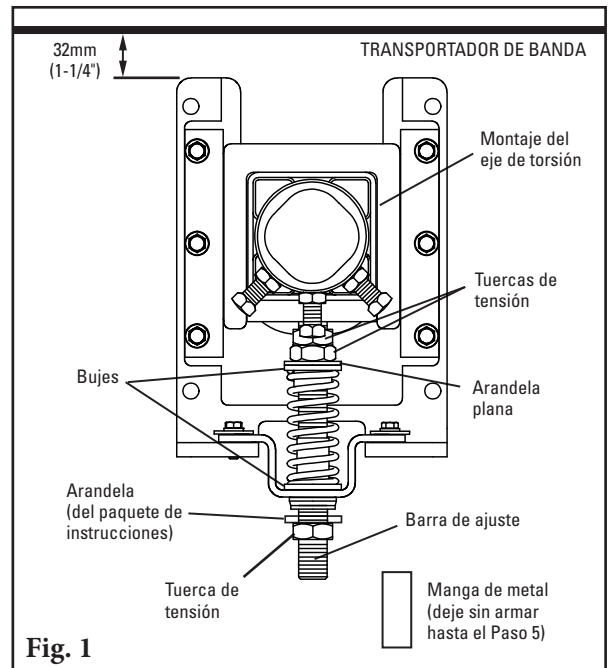

Fig. 1
1. **Instale las bases de montaje del tensor de resorte.** Con una mordaza coloque la base de montaje en posición de manera que la brida superior de la base esté 25mm (1") sobre la banda (Fig. 1). Atornille o suelde la base de montaje en su lugar. Ubique e instale la base de montaje en el lado opuesto.
- 1. Configure de nuevo el tensor estándar al estilo de empuje.** Retire las 3 tuercas de tensión, la arandela plana, los 2 bujes, el resorte, la manga y el soporte de sombrero; arme de nuevo (Fig. 1) con 2 tuercas de tensión, la arandela plana, 2 bujes, el resorte y el soporte de sombrero en el extremo superior de la barra de ajuste. Agregue la arandela (del paquete de instrucciones) y la 3ra tuerca de tensión en la parte inferior de la barra de ajuste.
- 2. Instale las bases de montaje del tensor.** Coloque las bases en la estructura o chute de manera que las partes superiores de las patas de la base estén a 32mm (1-1/4") debajo de la banda (Fig. 1).
1. **Instale las bases de montaje del tensor de aire/agua.** Con una mordaza coloque la base de montaje en posición de manera que la base esté alineada con la banda (Fig. 1). Atornille la base de montaje en el lugar. Ubique e instale la base de montaje en el lado opuesto.
1. **Kit de guía de desensamblable.** Quite las tuercas y arandelas de ambos lados del tensor (Fig. 1).